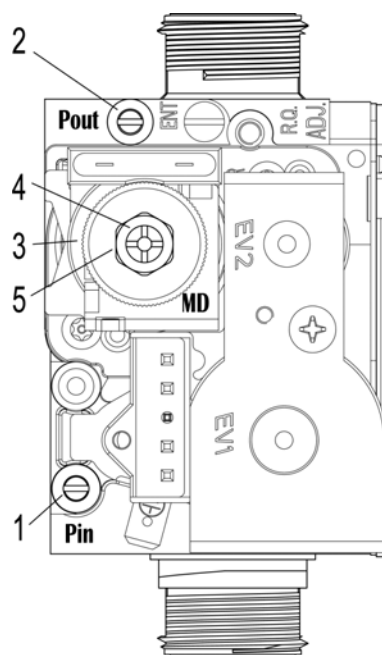

Fig. 17
- Asportare il cappuccio protettivo del modulatore (Fig. 17)
- Liberare la presa di pressione di ingresso della valvola gas (Fig. 17) svitando il tappo, e controllare con un manometro la pressione d'ingresso.
- Ruotare di 2 giri in senso antiorario la vite/il dado di regolazione del massimo (Fig. 17); riattivare elettricità e riscaldamento; sul bruciatore principale si accenderà la fiamma.
- Scollegare i contatti elettrici del modulatore ed agire sulla vite di minimo (Fig. 17) per regolare la pressione minima del gas